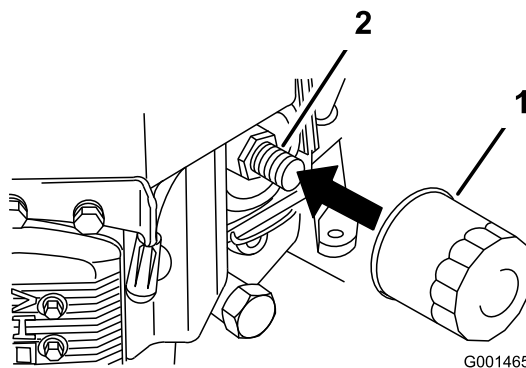

Figura 37
2. Togliete il filtro usato (Figura 37).
3. Spalmate un velo di olio nuovo sulla guarnizione di gomma del filtro di ricambio (Figura 37).
4. Montate il nuovo filtro dell'olio nell'adattatore, giratelo in senso orario finché la guarnizione di gomma non sfiora l'adattatore, quindi serrate il filtro di altri 3/4 di giro (Figura 37).